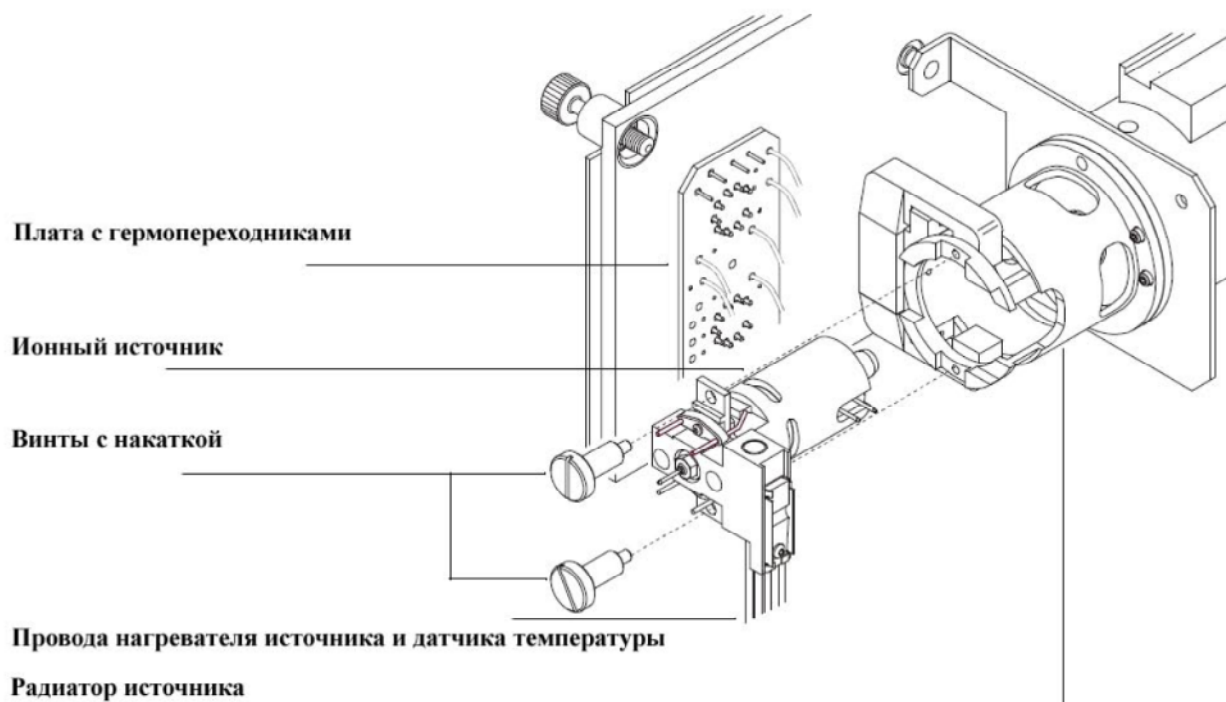

Рисунок 32 Снятие ионного источника
- 3 Отсоедините семь проводов от ионного источника. Не сгибайте провода больше, чем необходимо (Рисунок 32 и Таблица 22).